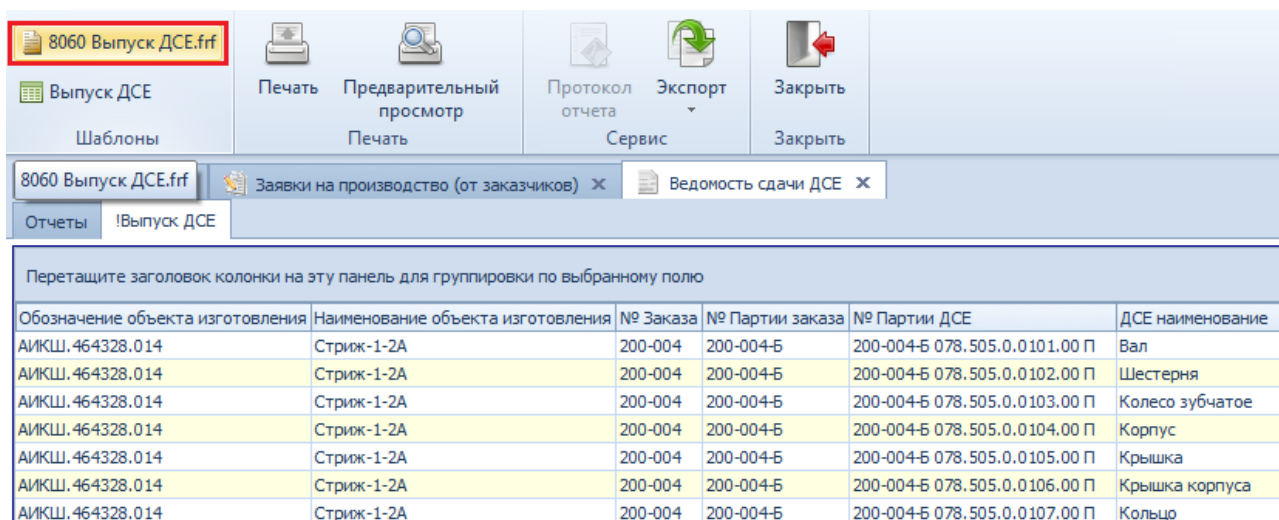

Рисунок 20. Пример выбора шаблона отчёта
2.9. В окне «**Результат запроса**» на панели инструментов выбрать нужный шаблон отчёта, например, «**8060 Выпуск ДСЕ.frf**» (рис. 20).